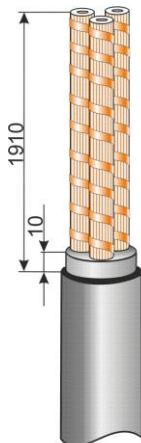

Рис.2
**2.** Удалить оболочку кабеля с конца до кольцевого надреза. Для облегчения снятия оболочки ее необходимо подогреть пламенем горелки до температуры 50...70°C. Удалить межфазный заполнитель, оставив выступ 10мм (Рис.2).